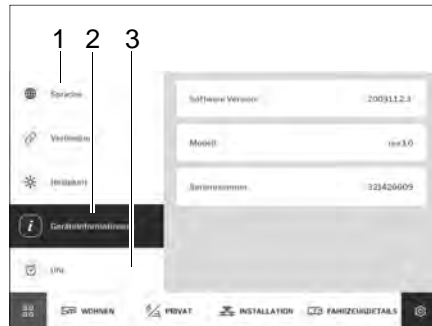

Bild 269 Sprache, Geräteinformationen, Uhrzeit
- Auf Schaltfläche *Sprache* (Bild 269,1) tippen und gewünschte Displaysprache einstellen.
- Auf Schaltfläche *Uhr* (Bild 269,3) tippen und Uhrzeit einstellen.
- Auf Schaltfläche *Geräteinformationen* (Bild 269,2) tippen. Es erscheinen Informationen zum Gerät (Software Version, Modell und Seriennummer).